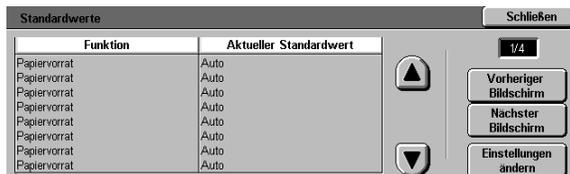

Abb. 14: Standardwerte
**1** Im Bildschirm "Hilfsprogramme" **Standardwerte** betätigen. Der Bildschirm "Standardwerte" wird angezeigt (s. Abb. 14).